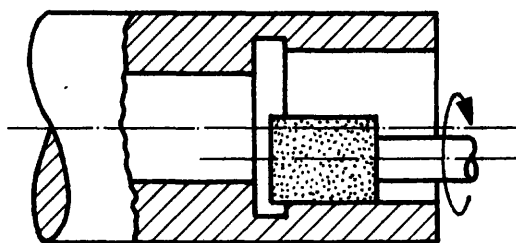

Fig. 1
- 1) Deje la muela desplazarse hasta alcanzar la mitad del canal de salida (fig. 1).